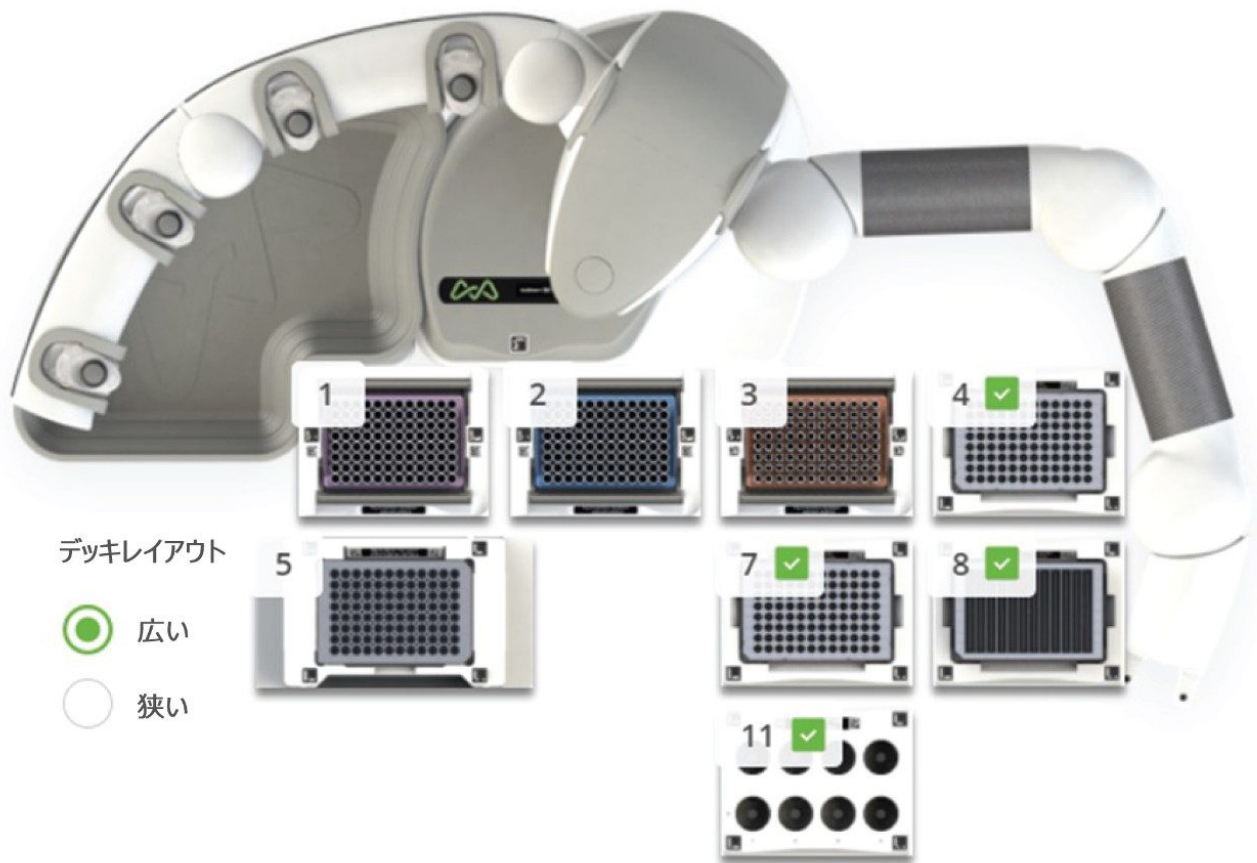

図2. Oasis 2x4 SPE 吸着剤選択メソッドを自動化するための Andrew+ ピペッティングロボットワークベンチの OneLab でのレイアウトと設定
- Andrew+ ワークベンチは、OneLab で提供されたガイダンスに基づいて手動で準備されます（図 2 参照）。